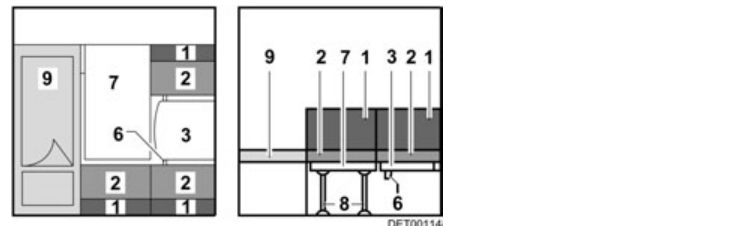

Fig. 92 Durante la transformación
- Enganchar la mesa en el listón de sujeción inferior (Fig. 92,6) y colocarla en el listón.
- Desplegar la tabla adicional (Fig. 92,7).
- Colocar los pies de apoyo (Fig. 92,8) en la tabla adicional.
- Colocar la tabla adicional junto a la cama (Fig. 92,9).